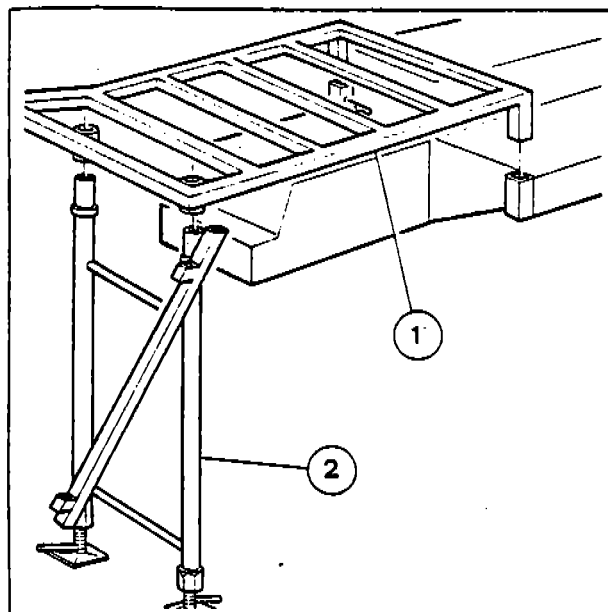

Fig. 29
- b) Montare le prolunghe pedana (1-Fig. 29), rispettando le sigle riportate su pedana fissa e mobile.
- c) Supportare le prolunghe pedan con le rispettive gambe (2-Fig. 29). Livellare agendo sugli appositi piedini di registrazione e bloccare il tutto con le rispettive spine e copiglie.